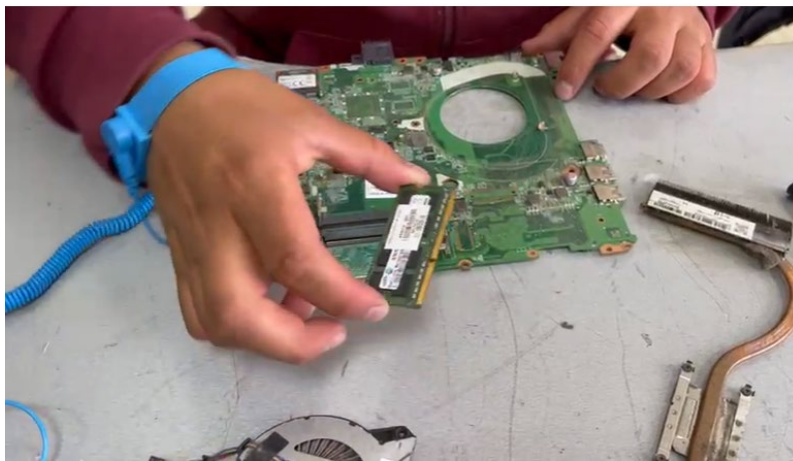

Figura 10. Retiro de la memoria RAM.
10. En la figura 10 se muestra que se retira la memoria RAM, de una manera adecuada identificando que tipo de memoria es en esta laptop se tiene una memoria DD2.